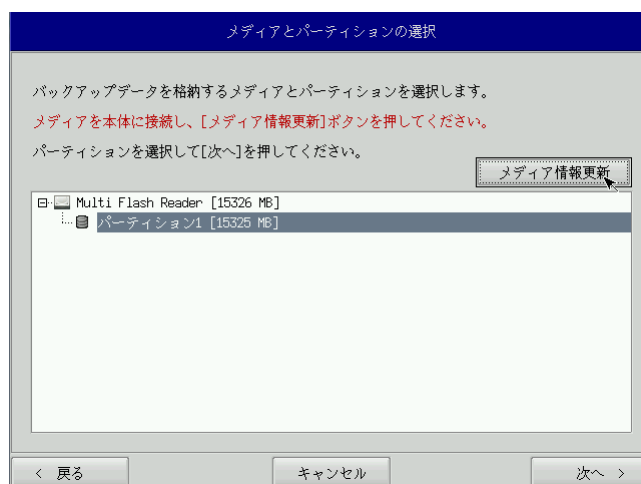

図 6-3-1. メディアとパーティション選択画面
- ⑤ メディアとパーティション選択画面 (図 6-3-1) が表示されます。本体にメディアを接続し、[メディア情報更新]ボタンを押してください。バックアップファイルを保存するメディアのパーティションを選択し、[次へ]ボタンを押します。